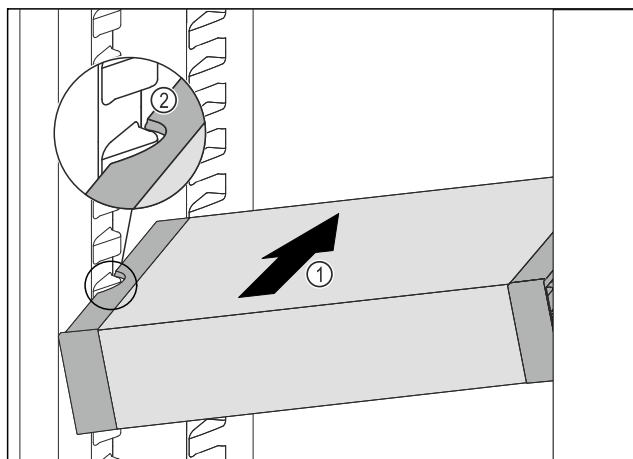

Fig. 117
- VarioSafe schräg in das Kühlteil einschieben Fig. 117 (1), bis sich die seitlichen Aussparungen Fig. 117 (2) des VarioSafes auf Höhe der Behälterrippe im Kühlteil befinden.